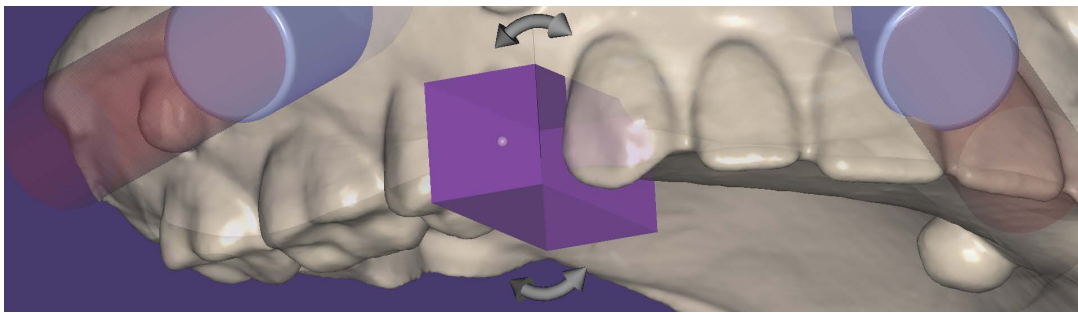

Abb. 18.20: Platzieren eines Inspektionsfensters
Schritt 4: Mithilfe der Schieberegler **3** und der in Abbildung 18.20 gezeigten Kugel- und Rotationsgriffe können Sie die Länge und Rotation der Stützstruktur/des Fensters anpassen. Alternativ können Sie **SHIFT** zum Skalieren oder **STRG** gedrückt halten, um die Stützstruktur/das Inspektionsfenster zu drehen.